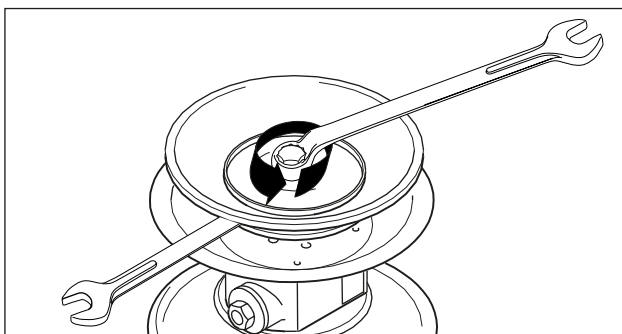
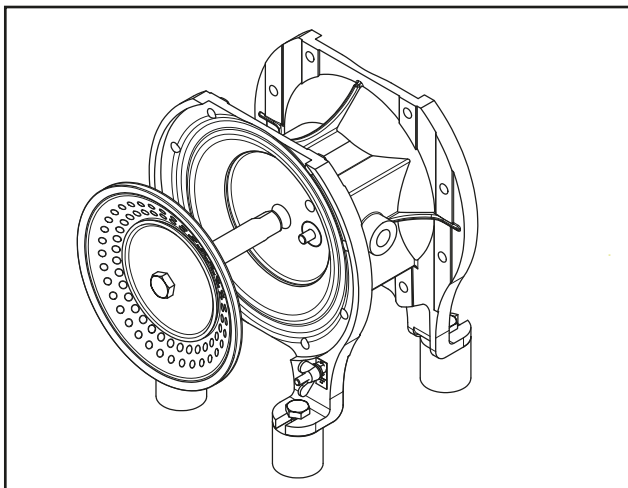

Рис. 11: Ослабление мембранной тарелки. (Не требуется в случае комбинированной мембраны DEPA porred E4®.)
Рис. 22: Вынимание мембраны с поршневым штоком
- Ослабьте внешнюю тарелку диафрагмы и снимите с диафрагмой (рис. 11). В случае насосов с пластмассовой оболочкой, предварительно навинтите пластмассовую крышку (начиная с DL25).
- Отвинтите воздушные камеры от среднего блока (только металлические насосы, за исключением: насосов высокого давления для длительной работы, DH) (рис. 11).
- Ослабить внешнюю мембранную тарелку и снять с мембраной (рис.11 и рис. 22)
- Ослабить мембраны (см. рис. 11 и 12)